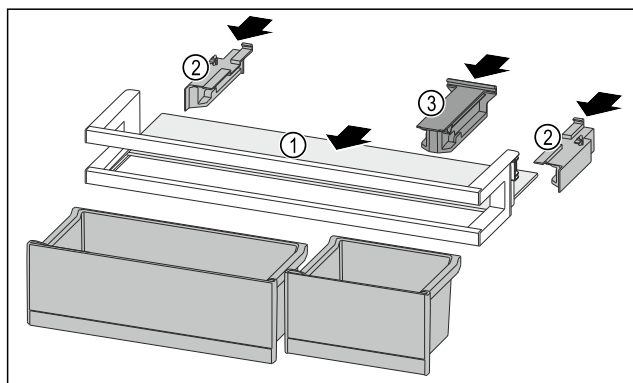

Fig. 205
- Skyv oppstillingsplassen Fig. 205 (1) inn i fordypningene på sidene.
- Sett inn sidedelene Fig. 205 (2).
- Sett inn holdedelen Fig. 205 (3).